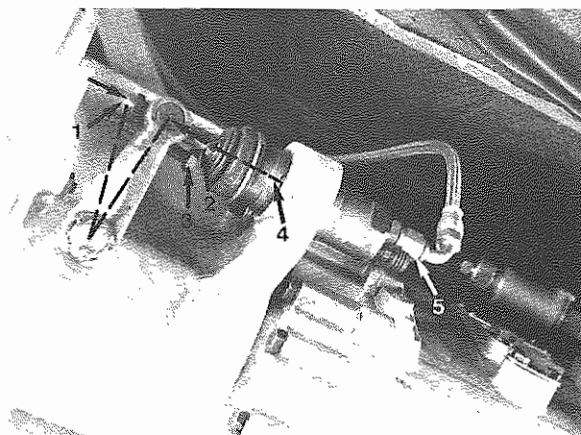

Fig. 2 - 1) Nut - 2) Adjusting rod - 3) Screw - 4) Retaining ring - 5) Tube
Sulla vettura (**Fig. 2**) (vedi pag. 7-1).
Allentare il dado 1 di **Fig. 2**;
- Regolare la lunghezza della vite di fondo corsa 3 (**Fig. 2**) (vedi pag. 7-1).
On the car (**Fig. 2**) (see page 7-1).
Loosen nut 1 of **Fig. 2**;
- Adjust the length of screw 3 (**Fig. 2**) (see page 7-1).
- Smontare la pompa secondaria (**Fig. 2**):
- Disassemble control pump (**Fig. 2**):